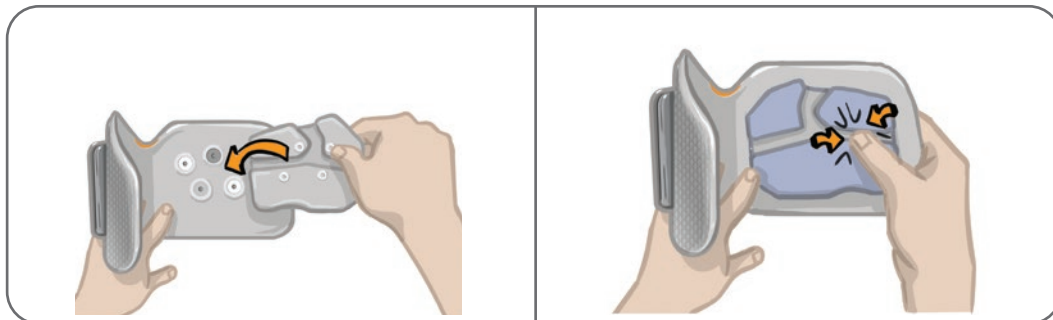

Bild 6-8: Rikta in och ansluta styrelektroden
5. Rikta in klickfästena på styrelektroden med kontakthålen på underbensmanschetten. Se bild 6-8.
6. Tryck hårt för att klicka fast styrelektroden på underbensmanschetten. Var noga med att trycka på områdena ovanför alla fyra klickfästena. Se bild 6-8.